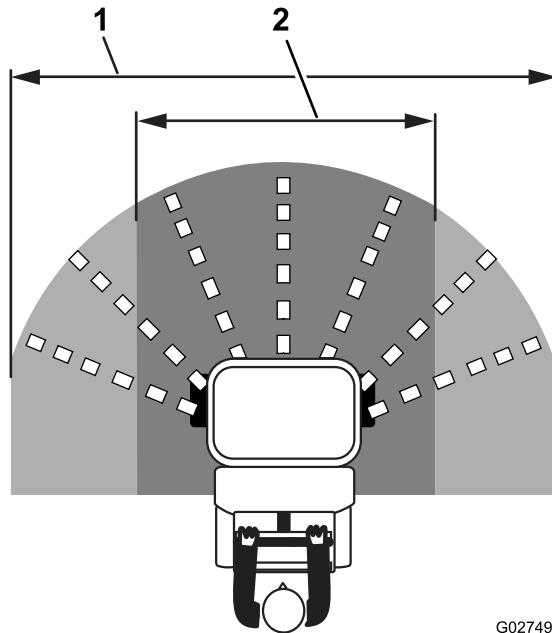

Figura 36
4. Abra la palanca de la compuerta del impulsor estrecha o ancha para empezar a esparcir (Figura 36).